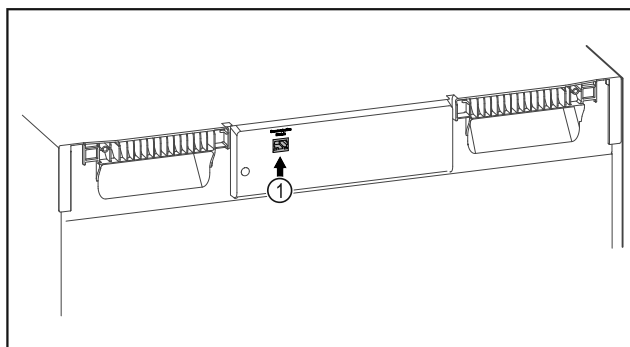

Fig. 95
- Założono SmartModule Fig. 95 (1).